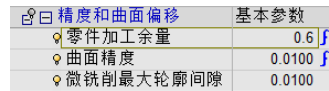

图 3-135 精度和曲面偏移（1）
- 展开“精度和曲面偏移”选项，设置“零件加工余量”为“0.6”，“曲面精度”为“0.0100”；其他参数如图 3-135 所示。